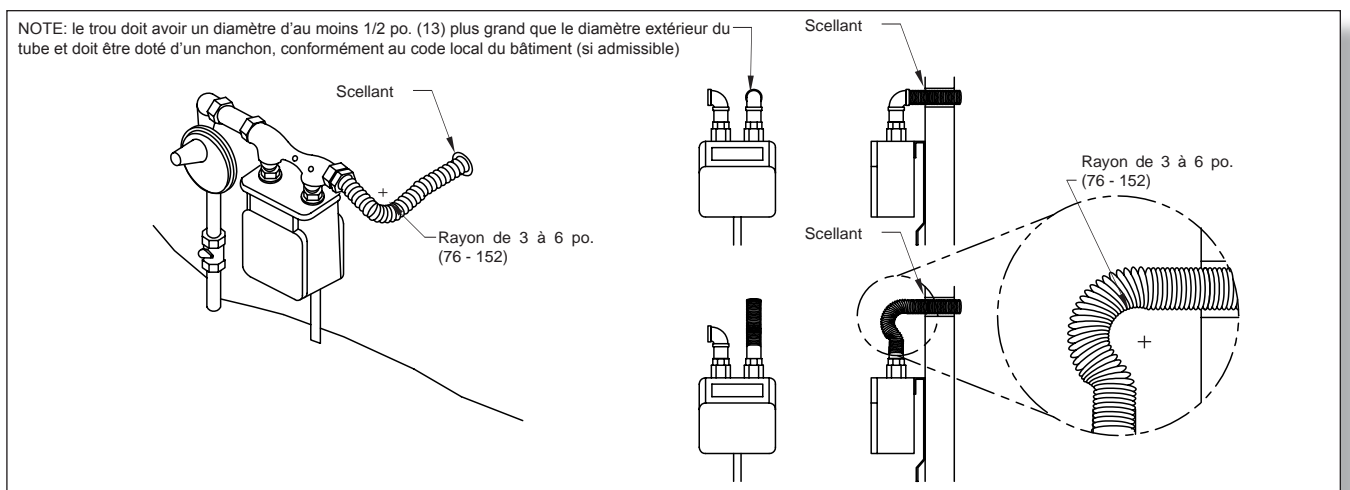

FIG. 4-19 Compteur Soutenu Par Une Plaque De Fixation
- Les compteurs supportés de manière autonome par une fixation peuvent être directement branchés à la tubulure DIAMONDBACK™ tel qu'illustré à la **FIG. 4-19**. Autant que possible, toute connexion directe devrait prévoir une boucle de 3 po. (76) à 6 po. (152) de tubulure pour pallier à un certain affaissement et de mouvement du compteur.